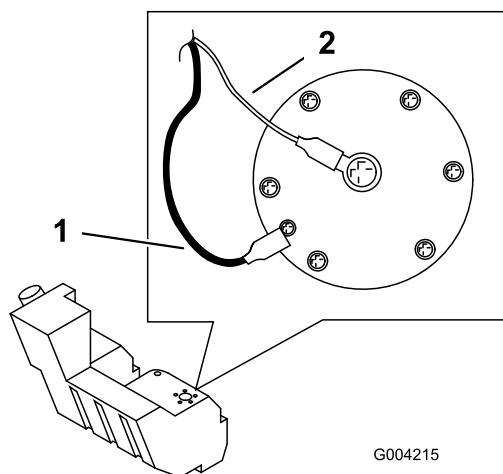

Figura 55
12. Desconecte los dos cables que van al lado derecho del depósito (Figura 55).
19. En el lado derecho del depósito, conecte el cable naranja al borne central y el cable negro al borne exterior (Figura 55).